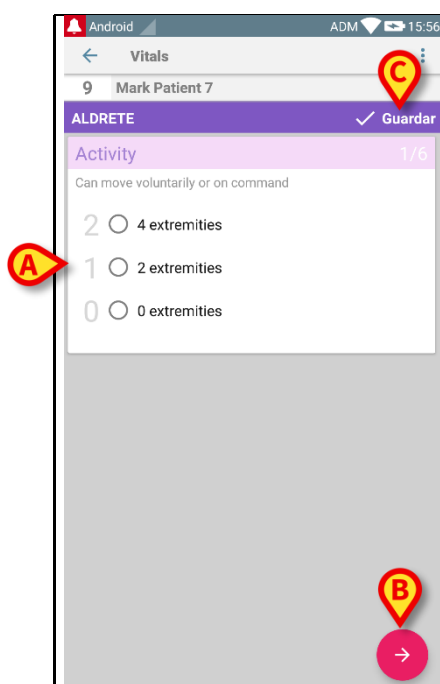
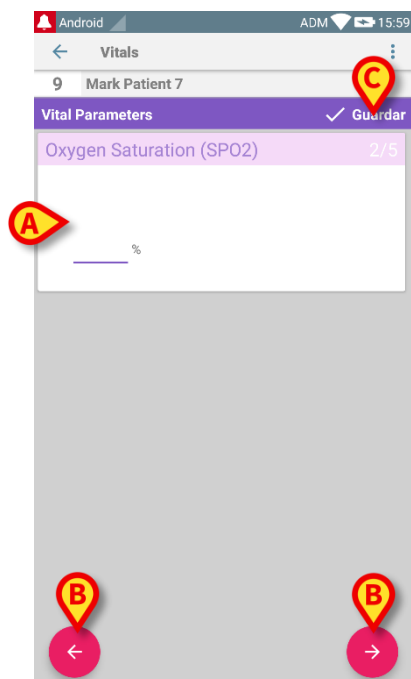

Fig 52
Fig 53
NOTA: las características de la pantalla de introducción de datos dependen del tipo de grupo de datos seleccionado. Ver por ejemplo Fig 52.
Ver otro ejemplo en Fig 53.
- Introducir los valores requeridos en cada pantalla (Fig 52 **A** y Fig 53 **A**).
- Pasar a la pantalla siguiente/anterior usando las flechas indicadas en Fig 52 **B** y Fig 53 **B**.
- tocar **Guardar** para guardar el grupo de datos (Fig 52 **C** y Fig 53 **C**). La opción **Cancelar** cierra la pantalla de introducción de datos.